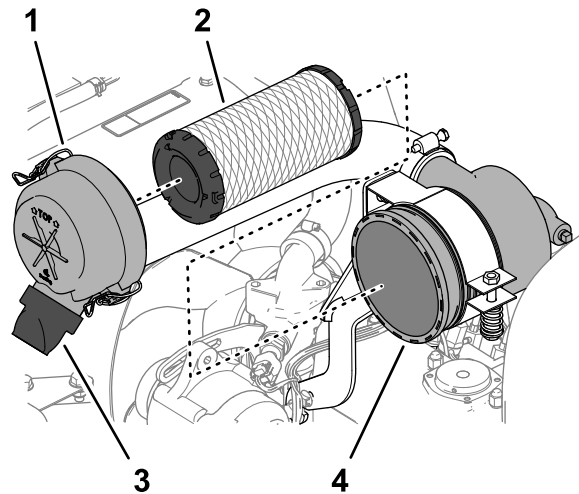

图 67
3. 松开将空气滤清器盖固定到空气滤清器壳体上的门锁 图 67。
6. 拆下滤清器滤芯 图 67。
7. 从空气滤清器盖的灰尘弹射口上拆下橡胶排气阀 图 67。